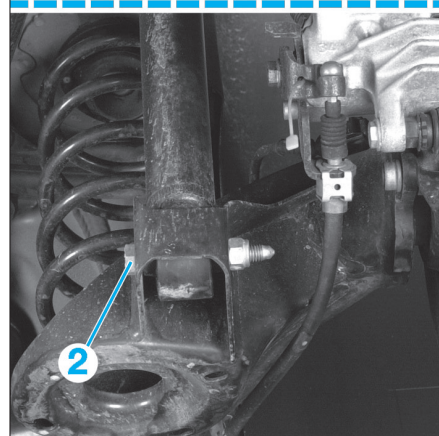

Fig. 12
- les flexibles de frein (1) sur le train arrière (Fig.12).
- Si monté, débrancher le connecteur (2) pour les projecteurs au xénon et déposer la fixation (3) de la biellette.
- De chaque côté, déposer la vis de fixation (4) de l'essieu sur la caisse.